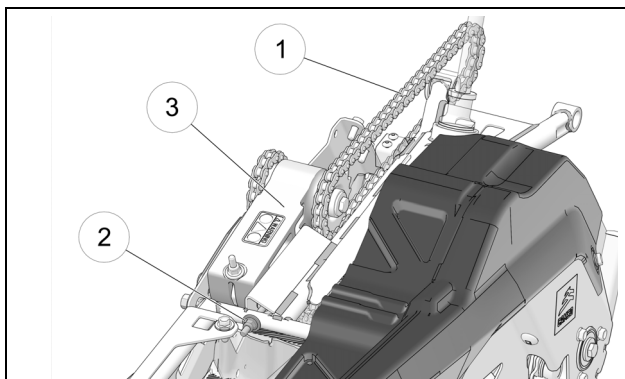

Figure 8
- Ajuster la tension de la chaîne d'entraînement primaire (1) en tournant l'écrou d'ajustement (2) à l'arrière du tendeur (3) pour éliminer le jeu de la chaîne primaire. Voir la Figure 8.